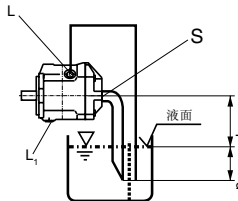

图4
- b) 当油箱的最低液面比泵的上端低时，“L1”、“L”口以及有可能“S”口的接管见图4。情况如同1.2.1节。
- a) 如安装在油箱之上，请见图4。